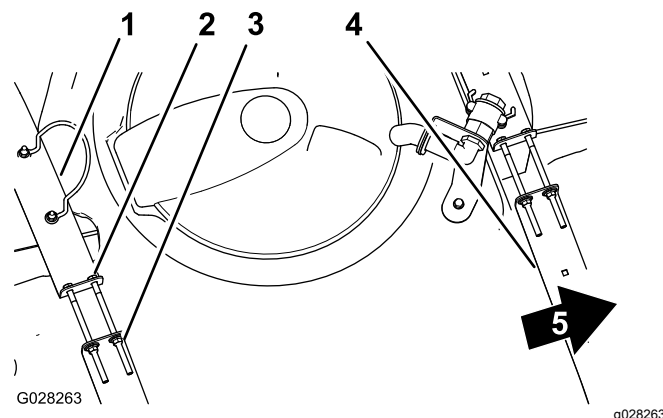

Рисунок 29
2. Убедитесь в отсутствии люфта между хомутами и баком (Рисунок 29).
3. Если хомуты вокруг бака ослаблены, затяните фланцевые контргайки и болты в верхней части хомутов заподлицо с поверхностью бака (Рисунок 29).